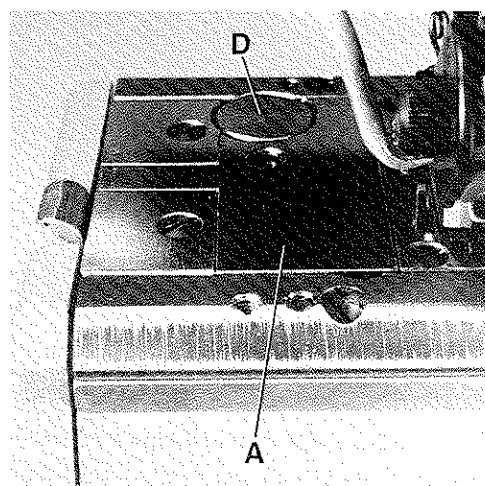
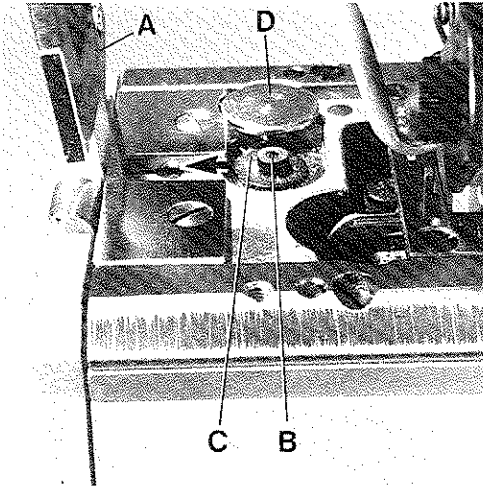
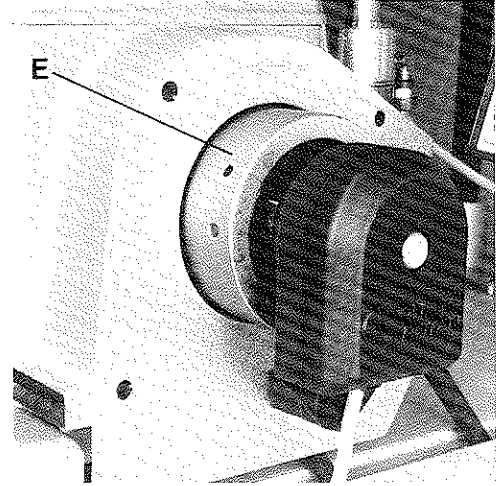

Fig.26
Fig.27
Fig.28
Before the machine leaves the factory, the stitch length change mechanism is locked. After folding up cover (A, Figs. 26 and 27) and loosening screw (B, Fig. 27) lever (C) can be swung in the direction of the arrow to the left to unlock the stitch length change mechanism. The required hexagon socket wrench is a component of the machine accessories.
Vor dem Versand der Maschine wird die Stichlängenverstellung blockiert. Schwenkt man den Deckel (A, Fig. 26 und 27) nach oben und löst die Schraube (B, Fig. 27), kann der Hebel (C) in Pfeilrichtung nach links geschwenkt werden und die Arretierung der Stichlängenverstellung ist aufgehoben. Der benötigte Sechskantschraubendreher ist im Zubehör der Maschine enthalten.
The stitch length is changed by slightly pressing push button (D, Figs. 26 and 27) and simultaneously rotating pulley (E, Fig. 28). Within one revolution of the pulley push button (D, Fig. 26) engages and the stitch length change starts. Rotating pulley clockwise shortens the stitch, rotating it counter-clockwise increases the stitch. After setting the desired stitch length, the mechanism can be locked again. Remount cover.
Die Stichtlänge wird durch leichtes Drücken auf den Knopf (D, Fig. 26 und 27) und gleichzeitiges Drehen des Handrades (E, Fig. 28) eingestellt. Nach spätestens einer Umdrehung des Handrades rastet der Knopf (D, Fig. 26) ein und die Stichverstellung beginnt. Drehen des Handrades im Uhrzeigersinn verkleinert den Stich, drehen im Gegenuhrzeigersinn vergrößert ihn.